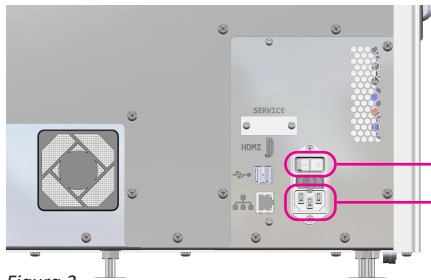

Figura 3
- Conecte o cabo de alimentação AC na entrada de energia do dispositivo na parte traseira do dispositivo (Figura 3).